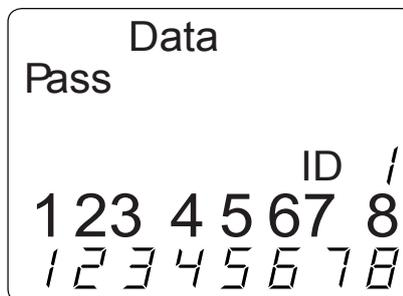

Figure 8. Data Mode Test
3. **Einzeltest.** Zur Durchführung eines Einzeltests drücken Sie die Taste NETZWERK. Die folgende Anzeige erscheint auf dem Bildschirm (siehe Abbildung 8):